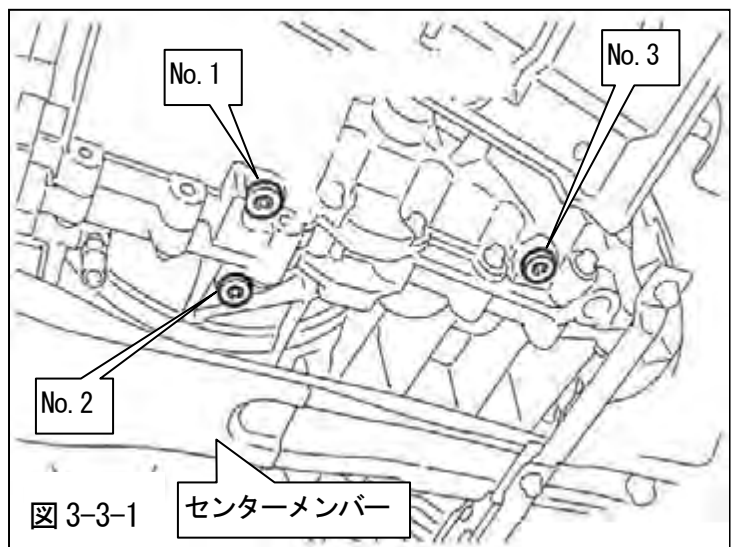

図 3-3-1
(1) SSTドレンボルト No.1・2・3 からSSTフルードを抜いてください。(図3-3-1)